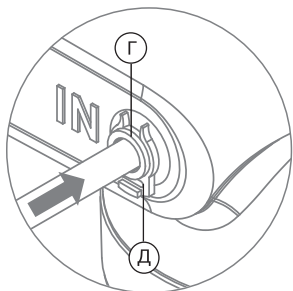

Рис. 12
2. Вставьте одну трубку во вход (IN) и другую в выход (OUT) скобы через пластиковую цангу (Г) и стопорную клипсу (Д) до упора (рис. 12). Для герметизации соединения приложите дополнительное усилие. При этом трубка утопится еще примерно на 3 мм и будет плотно обжата резиновым кольцом уплотнительного соединения.